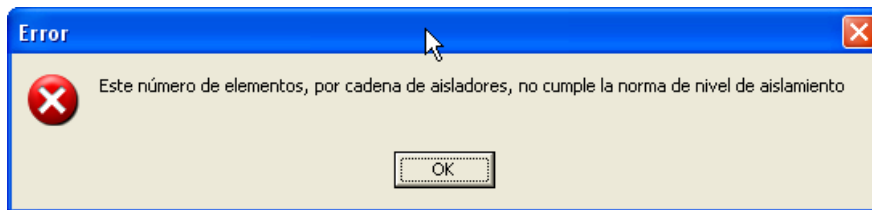

Figura 11.6.
- Figura 11.6: Se necesita un mayor número de elementos del aislador seleccionado.